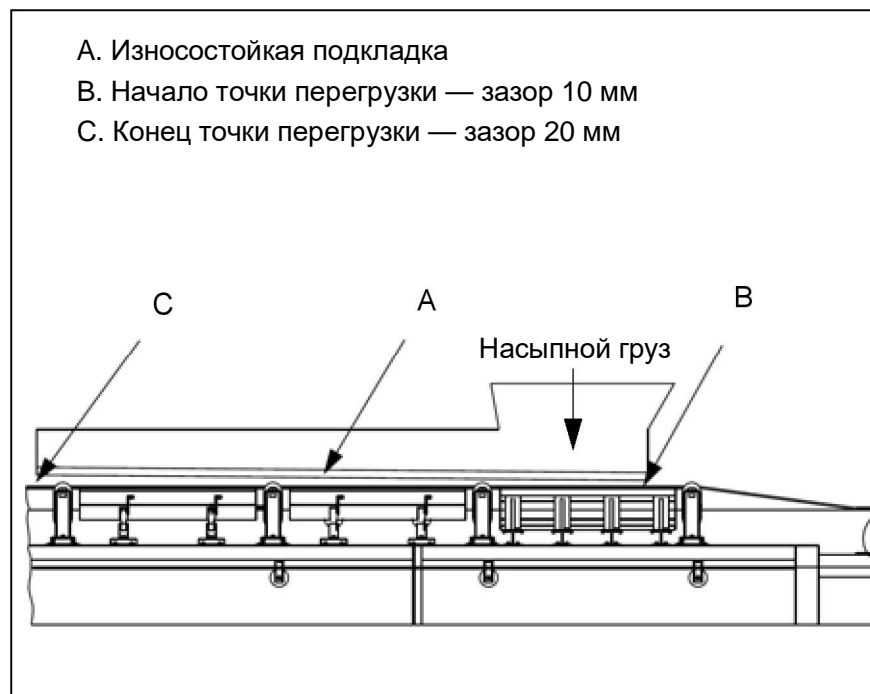
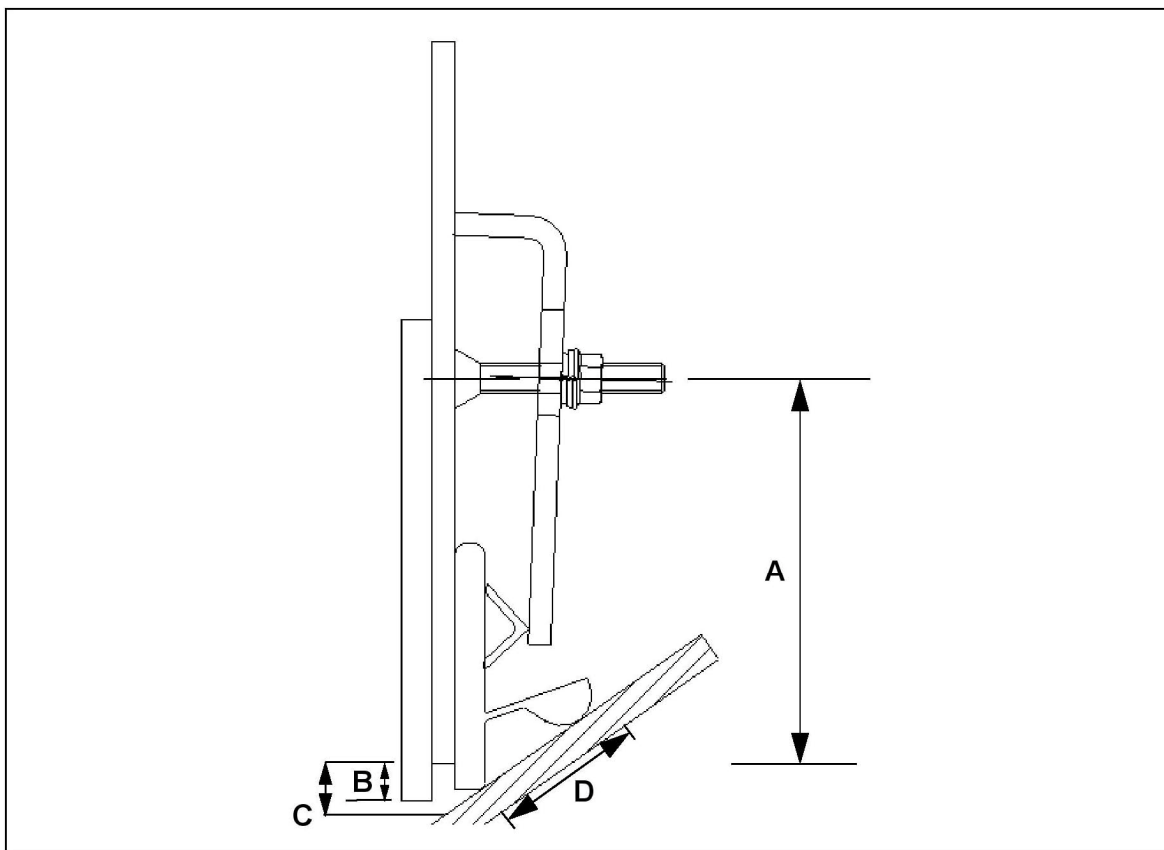

Рис. 1: Положение стенки желоба и износостойкой подкладки
Рис. 3: Монтажные размеры бортового уплотнения MARTIN® APRON SEAL™ (пример)
1. Износостойкая подкладка MARTIN® DURT TAMER™ (А, рис. 1) должна находиться в начале точки перегрузки на расстоянии прибл. 10 мм (В, рис. 1) от конвейерной ленты. Этот зазор должен увеличиться примерно до 20 мм (С, рис.1) в конце точки перегрузки (дополнительную информацию см. в точке С на рис. 3 и таблица. 2, стр. 15).